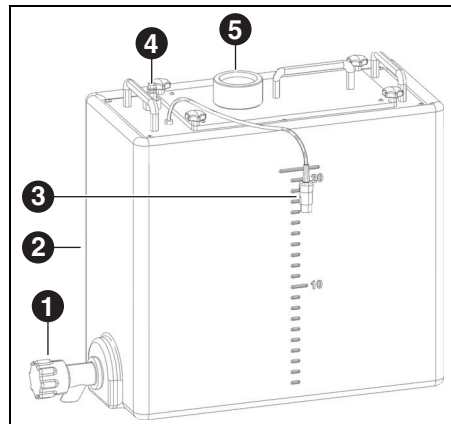
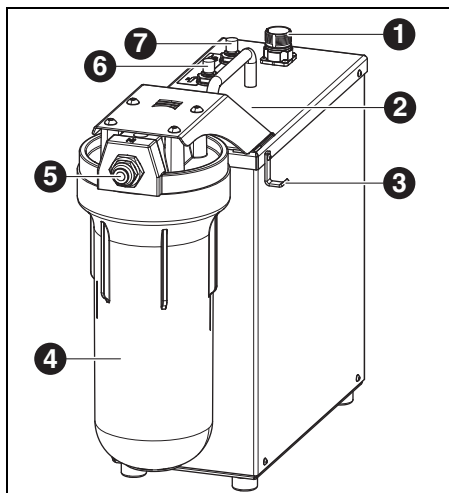

Bild 5 Anschlüsse Tank
Bild 6
- ▷ Die Steuerungsschnittstelle für die Pumpeneinheit an der Rückseite der Bearbeitungsmaschine ([9] in Bild 3) und an der Pumpeneinheit ([1] in Bild 6) mit dem Steuerungskabel verbinden.
- ▷ Schnittstelle ([3] in Bild 5) mit Pumpeneinheit ([2] in Bild 6) verbinden.
- ▷ Anschluss zur Pumpeinheit ([4] im Bild 5) mit KSS-Eingang ([5] im Bild 6) verbinden.